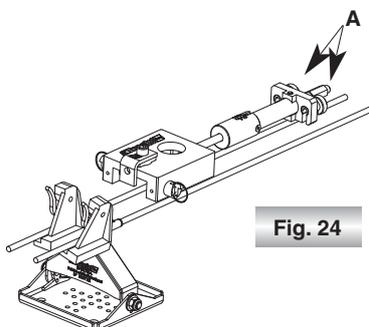

Fig. 24
- 2) Colocar un sujetador TIRVIT T2 en cada cable contra la cabeza del ancla de extremo, como está indicado en la Fig. 24 (tener cuidado con el sentido de colocación: la parte plana del sujetador debe apoyarse en la cabeza del ancla. En el sentido contrario el cable no sería sujetado).
- N.B :** Antes de colocar la herramienta de puesta en tensión, Fig. 24.
- 4) Colocar la herramienta de puesta en tensión Tractel código 027988 (ver la Fig. 24) en la cabeza del ancla de extremo después de haber montado en ésta el adaptador (patilla de posicionamiento) Travflex de código 067538 (ver la Figura 4 en la página 11). Colocar los cables en la herramienta como está mostrado en la Fig.24, con las hendiduras de los tornillos hendidos (detalle A Fig. 24) colocadas en los cables.